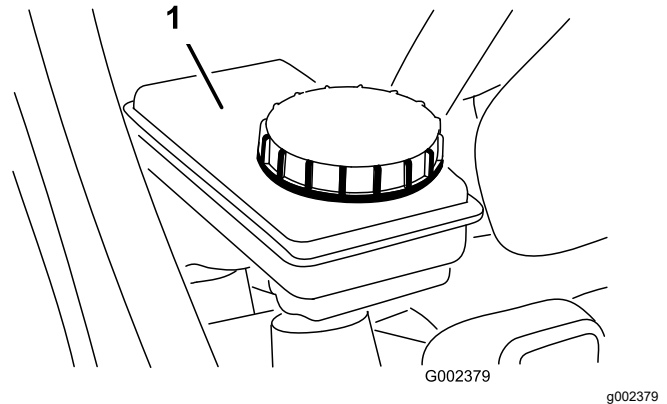

Figure 24
2. Le niveau de liquide doit atteindre le repère maximum sur le réservoir (Figure 24).
3. Si le niveau de liquide est trop bas, nettoyez la surface autour du bouchon du réservoir, enlevez le bouchon et versez du liquide de frein spécifié dans le réservoir jusqu'au niveau correct (Figure 24).